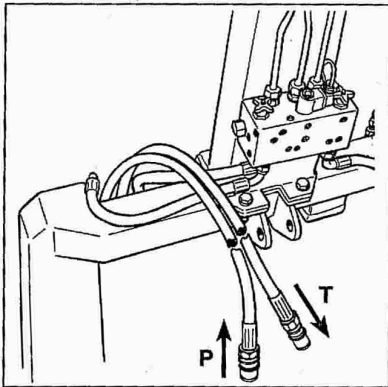

Fig. 4-11
**Der rot markierte Schlauch wird an die Druckversorgung (P) und der blau markierte Schlauch an den Rücklauf (T) angeschlossen.** (Siehe Abb. 4-11).